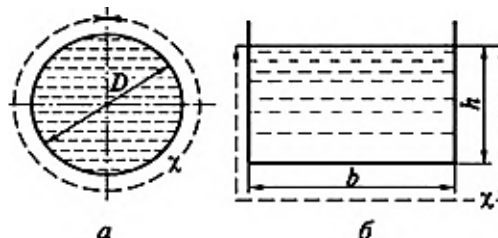

Рисунок 4.2 – Смоченный периметр для круглого напорного (а) и прямоугольного безнапорного (б) сечения
**Смоченным периметром** называется линия соприкосновения жидкости с твердыми стенками. При напорном движении (под избыточным давлением) смоченный периметр равен полному периметру живого сечения (рис. 4.2, а)  $\chi = \pi \cdot D$ . При безнапорном движении (при наличии свободной поверхности) смоченной является только часть периметра поперечного сечения потока  $\chi = b + 2 \cdot h$  (рис. 4.2, б).